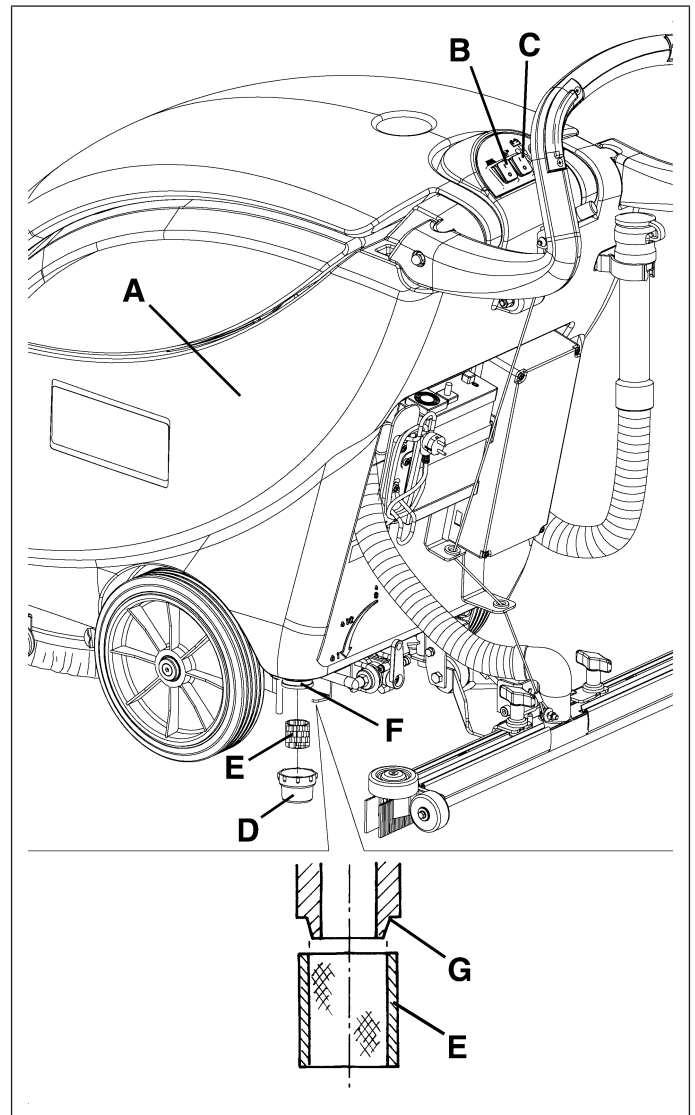

Figure 28
1. Vaciar el depósito de la solución detergente (A, Fig. 28) como indicado en el párrafo específico.
3. Controlar que los interruptores (B y C, Fig. 28) estén en posición "0".
4. Desenroscar la tapa transparente (D, Fig. 28) y quitar la rejilla filtrante (E); limpiarlos y remontarlos en el soporte (F).
Posicionar correctamente la rejilla filtrante (E, Fig. 28) en el alojamiento (G) del soporte (F).